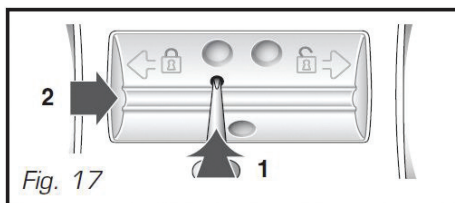

Fig. 17
– Déverrouillez cette pièce (Fig. 17).